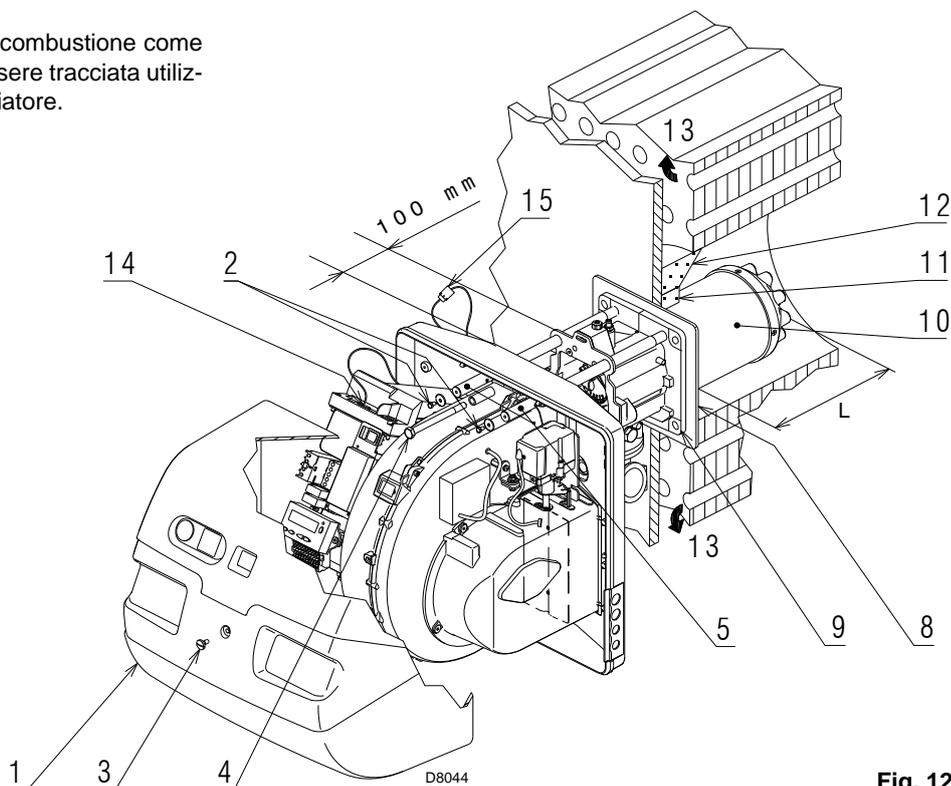

Fig. 12
Per le caldaie con giro dei fumi anteriore 13), eseguire una protezione in materiale refrattario 11), tra refrattario caldaia 12) e boccaglio 10). La protezione deve consentire al boccaglio di essere estratto. Vedere Fig. 12.
Separare quindi la testa di combustione dal resto del bruciatore, Fig. 12.
Fissare la flangia 9)(Fig. 12) alla piastra della caldaia interponendo lo schermo isolante 8)(Fig. 12) dato a corredo.
- rimontare il bruciatore sulle guide 3) a circa 100 mm dal manicotto 4) - bruciatore nella posizione illustrata dalla Fig. 12;
- connettere la spina del servomotore 14)(Fig. 12) ed avvitare il passacavo 15)(Fig. 12);